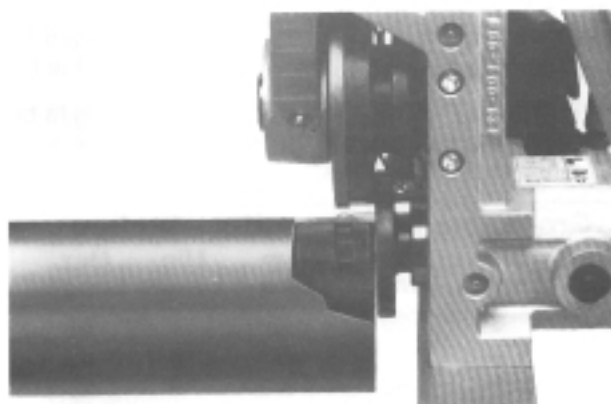

Figura 9 – Primer plano del tubo puesto contra el reborde del rodillo de accionamiento
- Encuadre el tubo y el portatubos en la ranuradora, asegurando que el tubo quede al ras contra el reborde del rodillo de accionamiento. (Figura 9)